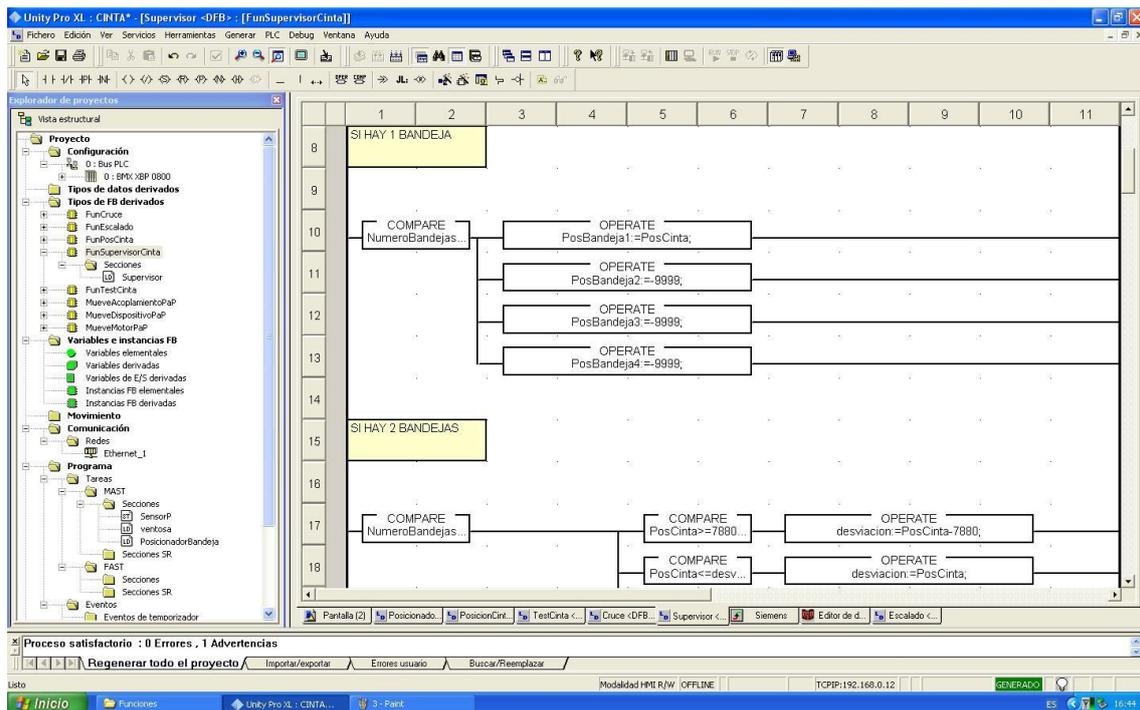

Figura 5.5.2
■ Caso 2. Hay una bandeja (Figura 5.5.2):